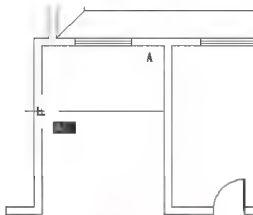

图 2.110 垂足捕捉
② 在指定下一点或[放弃(U)]: 提示下, 将光标水平向左拖动到图 2.110 所示的垂足处, 出现垂足捕捉点后单击, 按 Enter 键结束命令。
(3) 利用夹点编辑生成其他踏步线。
① 在命令行无命令的状态下单击刚才所绘制出的直线, 在直线的左右端点和中点处